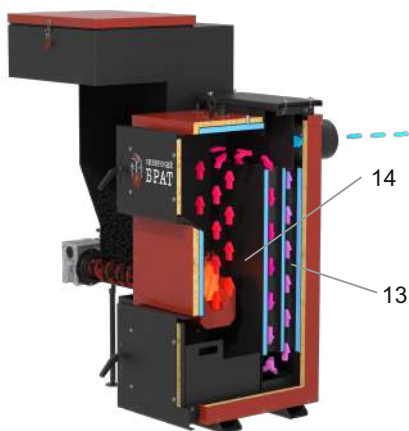

Рис. 1. Котел в разрезе
3.1. Автоматический твердотопливный котел состоит из теплообменника, горелки с механизмом подачи топлива, топливного бункера, зольника, дутьевого вентилятора, мотора-редуктора (рис.1).
- 3.2.12. Факельная горелка с приводом подачи топлива (Рис. 1) служит для автоматической порционной подачи топлива из топливного бункера и его сжигания в горелке.